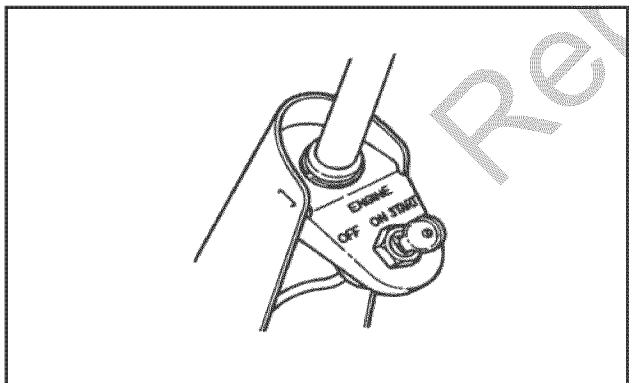

FIGURA 8
- Gire la llave de encendido (Figura 8) a la posición de ENCENDIDO hasta que arranque el motor.
- Coloque la llave de encendido (Figura 8) en la posición de APAGADO para detener el motor.